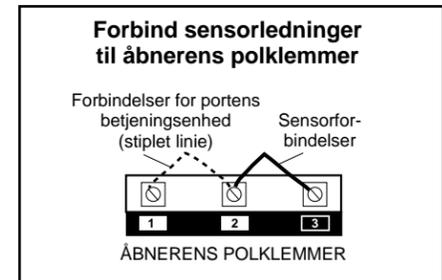

FIGUR 6
- Monter sensorerne i beslaget vist på figur 6. Spænd kun vingemøtrikken med fingrene, for senere at kunne efterjustere. Etter endt justering spændes vingemøtrikken godt fast.
- Før ledningerne fra begge sensorer til åbneren, som vist i figur 6. Benyt isolerede ledningsklammer, for at fastgøre ledningen til væggen og loftet.